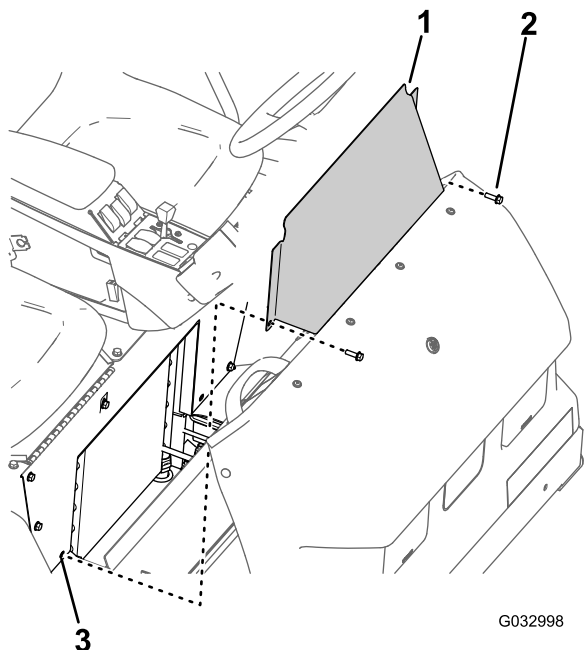

Figure 64
- Retirez les 2 boulons à embase qui fixent le panneau d'accès à la base du siège (Figure 64).
- Déposez le panneau d'accès à la base du siège de la machine (Figure 64).
- Alignez les trous du panneau d'accès et les trous dans la base du siège (Figure 64).
- Fixez le panneau d'accès à la base du siège au moyen des 2 boulons à embase (Figure 64) retirés à l'opération 1 de la section Dépose du panneau d'accès à la base du siège (page 57).